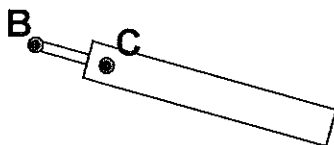

Figure 4
**Q 8.2 :** ENONCER le Principe Fondamentale de la Statique pour cet équilibre et TRACER en vert, la direction des actions s'exerçant sur le vérin sur la figure 4.